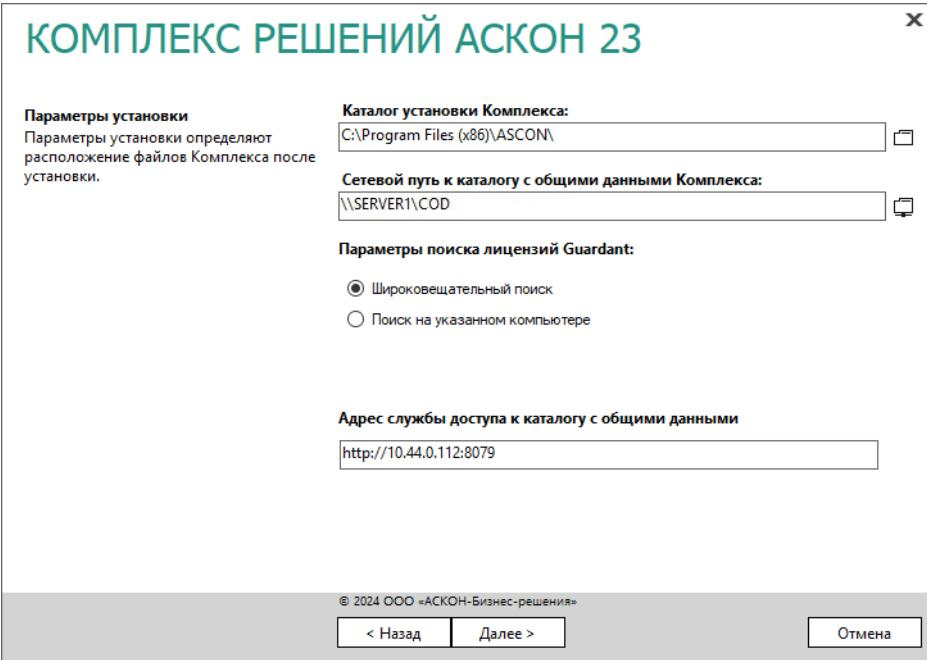

Рис. 4.26
1. Укажите полное имя каталога, в который будут установлены указанные компоненты Комплекса (рис. 4.26). При необходимости воспользуйтесь кнопкой **Выбрать**, чтобы указать каталог в стандартном окне Windows.